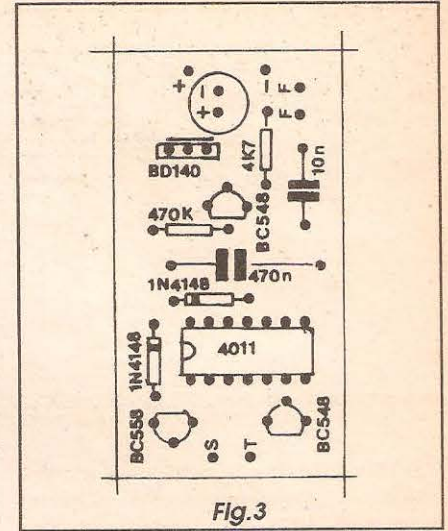
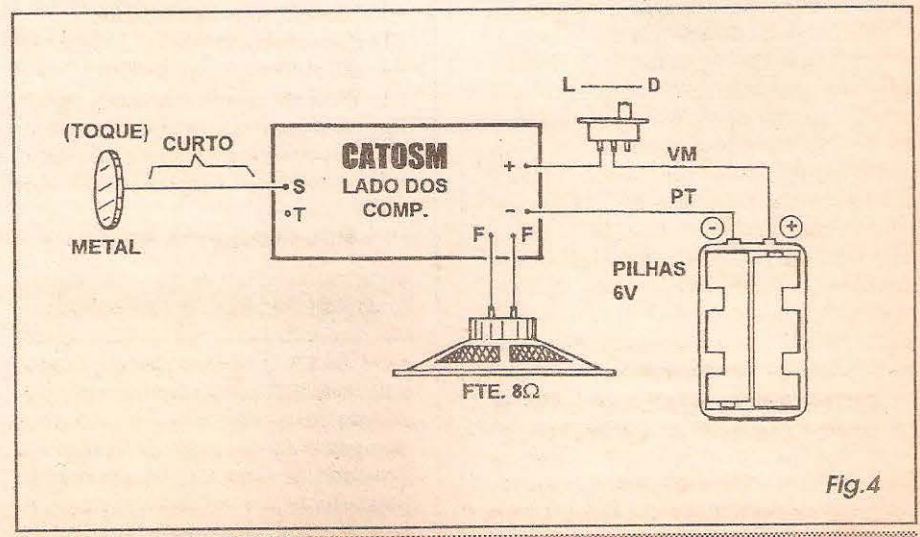

Fig.3
Fig.4
- FIG. 3 - CHAPEADO DA MONTAGEM - O leitor *macaco velho* já sabe disso, mas aos iniciantes explicamos que o termo *chapeado* indica a visão de uma montagem (em APE sempre em tamanho natural, assim como ocorre com o *lay out* do impresso...) com interpretações e estilizações bastante claras de cada um dos componentes, seus códigos, polaridades de terminais, identificação de *pernas*, valores e outros detalhes importantes, distribuídos sobre a face *não cobreada* do impresso... A propósito, nas montagens publicadas em APE, é que resultam em KITS (oferecidos com exclusividade pela permissionária EMARK ELETRÔNICA - ver anúncio em outra parte da presente Revista...), o adquirente já recebe a sua plaquinha pronta, furada, e com toda a demarcação do *chapeado* (igualzinho ao da figura mostrada na Revista) feita em *silk screen* sobre a face não cobreada do impresso, o que facilita enormemente a montagem, principalmente pelos leitores ainda *começantes* no fantástico hobby eletrônico...! De qualquer modo, basta seguir a ilustração, identificando (o TABELÃO APE também pode ajudar, nesse estágio da montagem...) cada peça com precisão, e referenciado a sua inserção à placa pelo diagrama... Algumas das peças são *polarizadas*, não podendo ser ligadas invertidas... É o caso do integrado (posição referenciada pela extremidade marcada),
- FIG. 4 - CONEXÕES EXTERNAS À PLACA - Terminada a fase correspondente ao diagrama da FIG. 3, o leitor/hobbysta deve providenciar as ligações periféricas ao impresso, guiando-se pela FIG. 4, que mostra a paquinha ainda pelo seu lado não cobreado... Observar que o alto-falante tem seus terminais ligados aos pontos F-F da placa, via pedaços de cabinho isolado no necessário comprimento... A alimentação